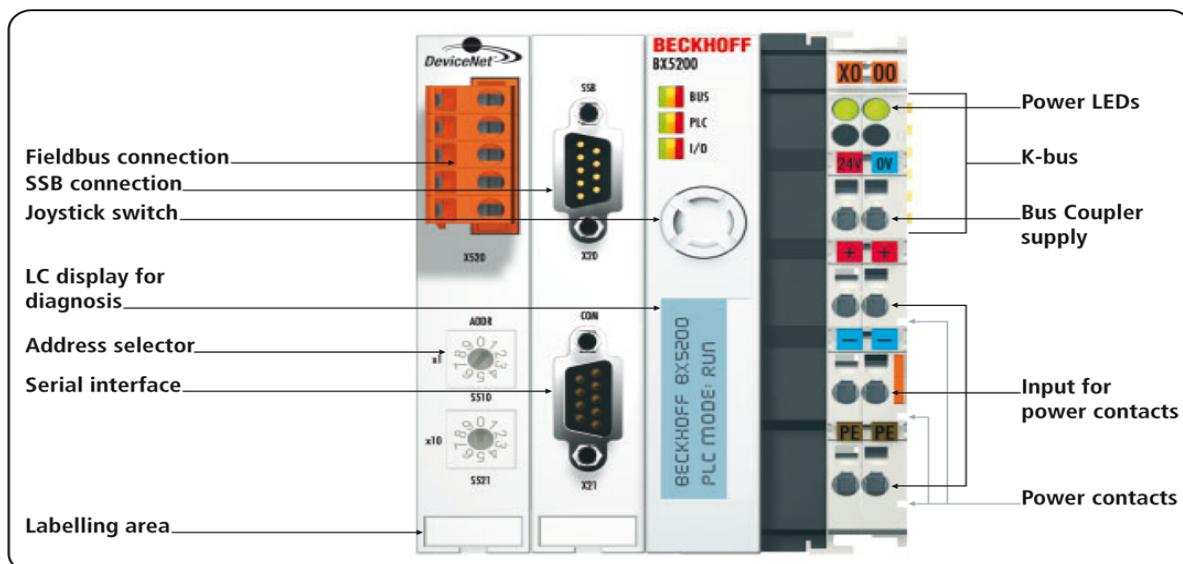

Abb. 3.1
- Zusätzliche E/A-Module, die über die Leistungskontakte ("Power contacts", in Abb. 3.1) gespeist werden;
- Schnittstelle des Feldbusses ("Fieldbus connection", in Abb. 3.1).